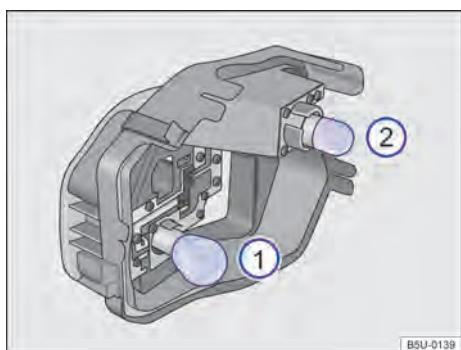

Fig. 114 No suporte das lâmpadas: localização das lâmpadas.
Para remover as lâmpadas incandescentes queimadas → Fig. 114 ① e ②, pressionar a lâmpada contra o suporte e girar, ao mesmo tempo, no sentido anti-horário.
- Para inserir as lâmpadas novas ① e ② no suporte, pressionar a lâmpada e girar, ao mesmo tempo, no sentido horário, até o batente.
A localização e a identificação das lâmpadas incandescentes → Fig. 114 estão relacionadas a seguir: